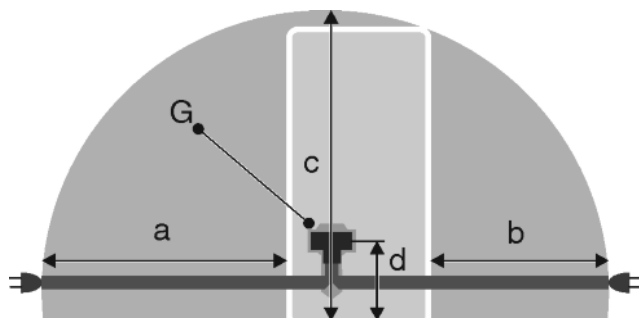

Fig. 26
- De contactdoos bevindt zich buiten het bereik van de achterzijde van het apparaat in het desbetreffende gedeelte Fig. 26 (a, b, c).
- ▶ Breng de apparaatstekker Fig. 26 (G) aan de achterzijde van het apparaat aan. Let op het correct vastklikken.